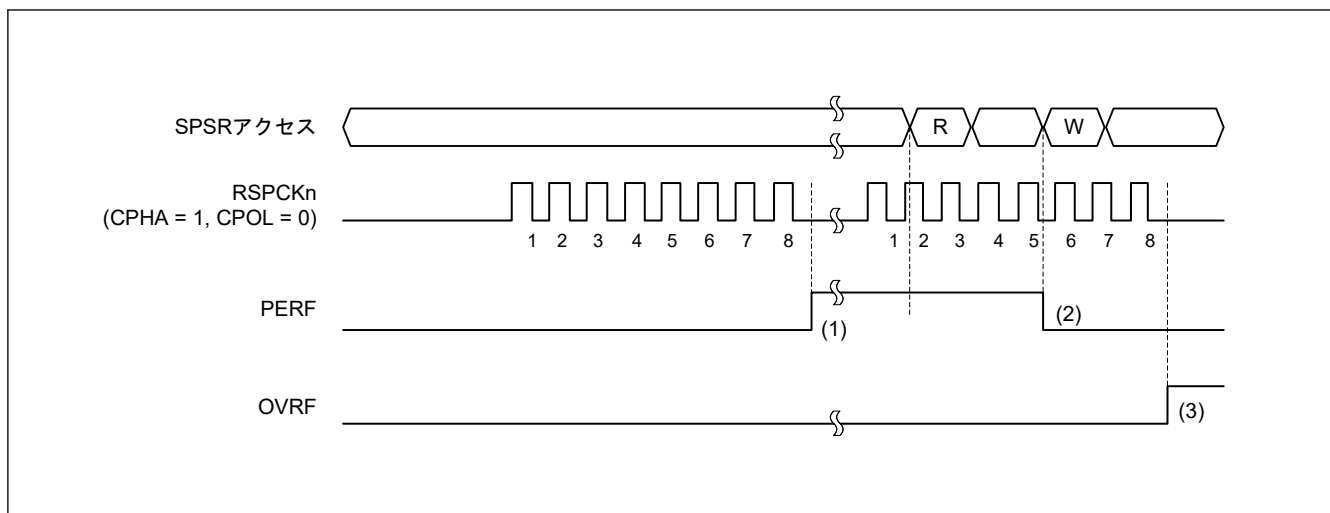

図 29.42 OVRF フラグおよび PERF フラグの動作例
図 29.42 に、OVRF フラグと PERF フラグの動作例を示します。図 29.42 に記載の SPSR アクセスは、SPSR レジスタへのアクセス状況を示しています。W は書き込みサイクル、R は読み出しサイクルを示しています。この例では、SPCR.TXMD ビットが 0、SPCR2.SPPE ビットが 1 の状態で全二重同期式シリアル通信を行います。SPCMDm.CPHA ビットが 1、SPCMDm.CPOL ビットが 0 の設定で、SPI が 8 ビットのシリアル転送を実行しています。RSPCKn 波形の下に記載した数字は、RSPCK サイクル数 (= 転送ビット数) を示しています。
以下に、図 29.42 の (1)～(3) に示したタイミングでのフラグの動作内容を説明します。